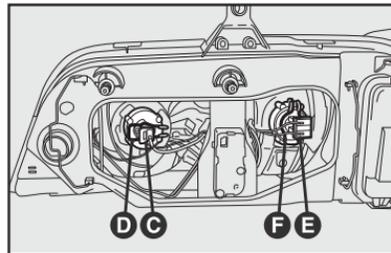

fig. 13
4) Retirar os conectores **C** ou **E-fig. 13**.
5) Desengatar as presilhas **D** ou **F-fig. 13** de fixação e remover as lâmpadas **G** ou **H-fig. 14**.